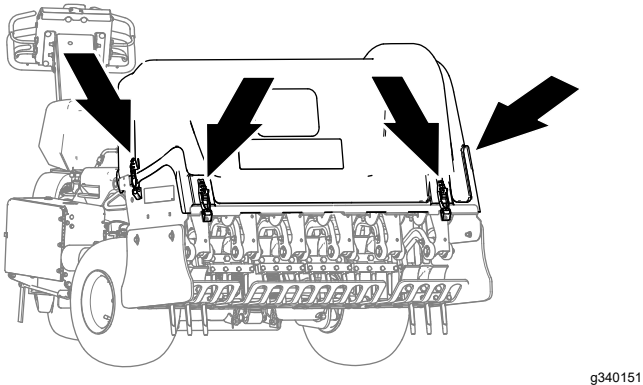

Bild 142
2. Verriegeln Sie die Abdeckung des Aerifizierkopfs an den vier Verriegelungspunkten (**Bild 142**).